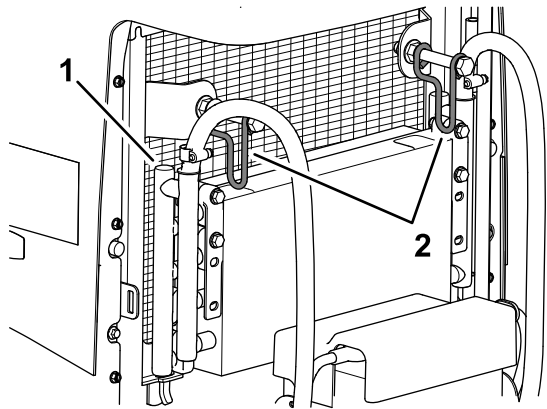

Figura 110
7. Gire los 2 cierres del enfriador de aceite hacia dentro e incline el enfriador (Figura 110).